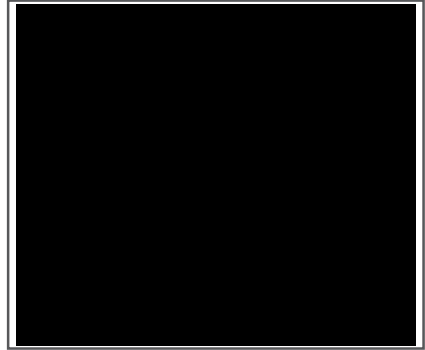

Рис. 14 Замена моторного масла
2. Очистите от загрязнений зону вокруг маслосаливной горловины. Извлеките щуп из маслосаливной горловины и протрите его чистой ветошью (Рис. 14).
3. Выкрутите болт отверстия для слива масла и слейте отработанное масло в подготовленную для этого емкость (Рис. 14), после чего закрутите болт.